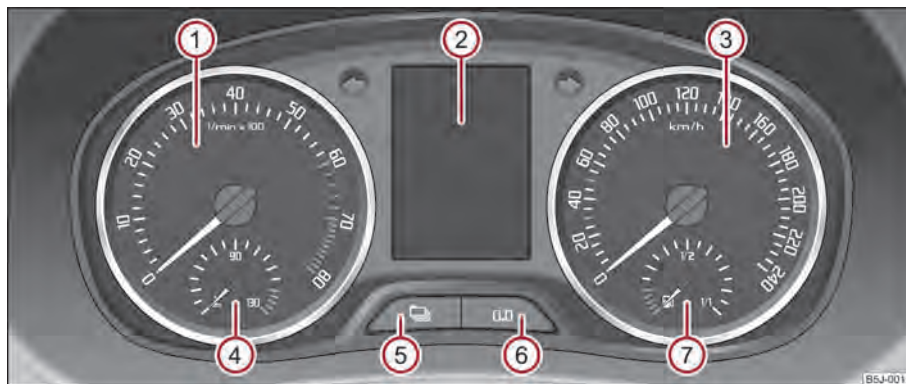

Fig. 2 Panoul de bord
Zona roșie de pe scala tuometrului ① ⇒ fig. 2 marchează domeniul în care unitatea de comandă a motorului începe să limiteze turația motorului. Unitatea de comandă a motorului limitează turația motorului la o valoare limită sigură.
Afișajul temperaturii lichidului de răcire ④ ⇒ fig. 2 funcționează numai când contactul motor este cuplat.
Indicatorul rezervei de combustibil ⑦ ⇒ fig. 2 funcționează numai când contactul motor este pus.
Mențineți butonul de resetare ⑥ ⇒ fig. 2 cca. 1 secundă apăsat pentru a reseta contorul.